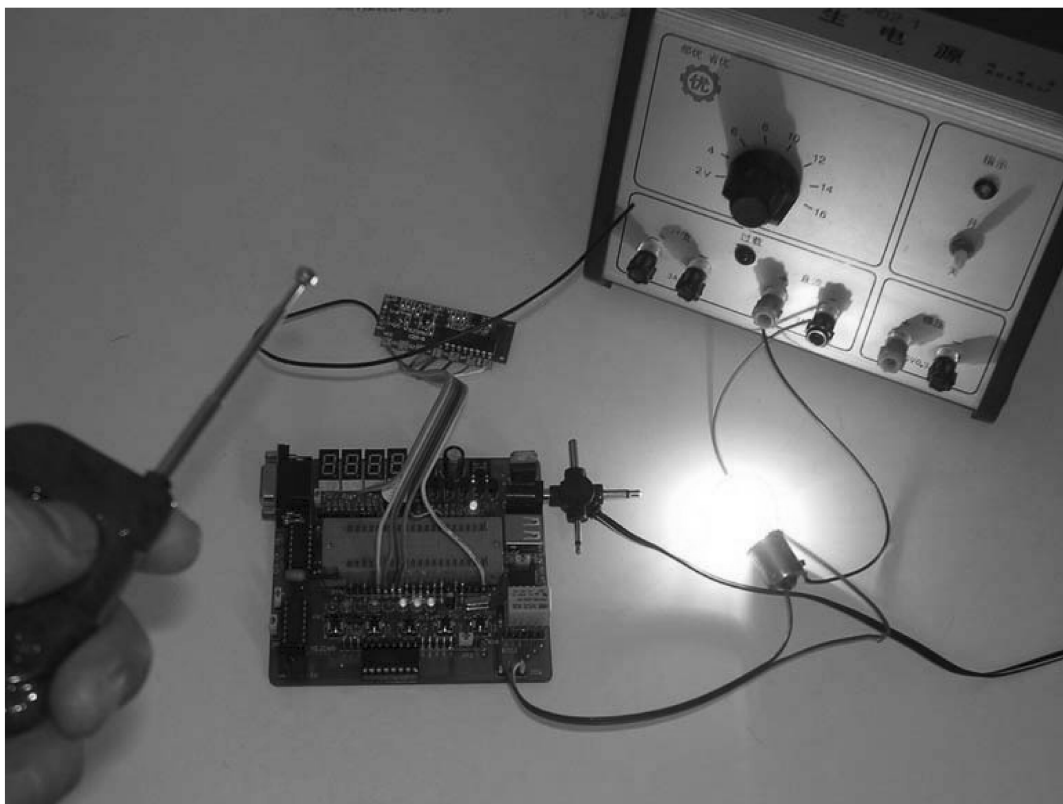

图 1-8 无线电遥控继电器开关灯泡实例
7) 应用实例之七：红外线遥控的缺点是有方向性，即遥控发射器需要对准遥控接收器才能起到控制作用。无线电遥控的方式就克服了这个缺点，它没有方向性，如图 1-8 所示的是 200m 的无线遥控器，电源、灯泡、继电器串联接入电路，然后通过手持式无线遥控器来控制，人体距离实验板的最大距离为 200m；如果换成 1000m 的发射器，就可以进行 1000m 的无线遥控了，通过这样的原理，可以进行各种无线遥控类的产品开发。